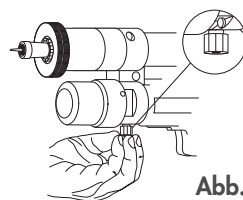

Abb. 14
- 1) die Schutzmutter auf der Antilockiereinrichtung (C), wie auf der Abbildung 14 gezeigt wird, losschrauben;